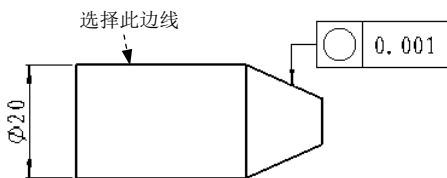
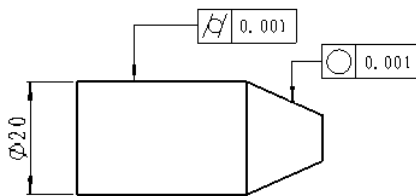

图 6.6.9 选取放置尺寸
图 6.6.10 “圆柱度”形位公差
Step3. 设置形位公差符号。选取图 6.6.9 所示的边线，然后在图 6.6.2 所示的“形位公差”对话框的 **角度(A)** 区域中单击“竖直设定”按钮 ，结果如图 6.6.10 所示。